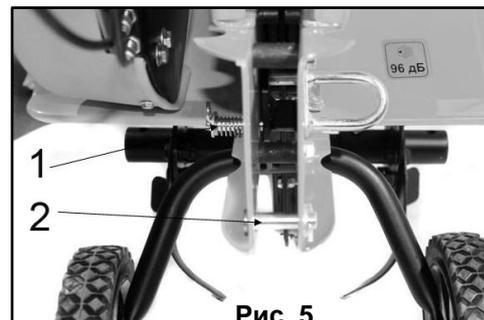

Рис. 5
1. Установите рычаг управления дросселем (4) (См. Рис. 5) в положение «Черепаша».
- Отсоедините шплинт (1) (См. Рис. 5), выньте стопорный палец, а затем выньте сошник из держателя.
- С помощью шплинта (2) (См. Рис. 5), к культиватору можно прикрепить различные аксессуары – сцепку (мод. PRORAB 8001001) для крепления к ней картофелевыкапывателя (мод. PRORAB 8001016), окучника (мод. PRORAB 8001007)